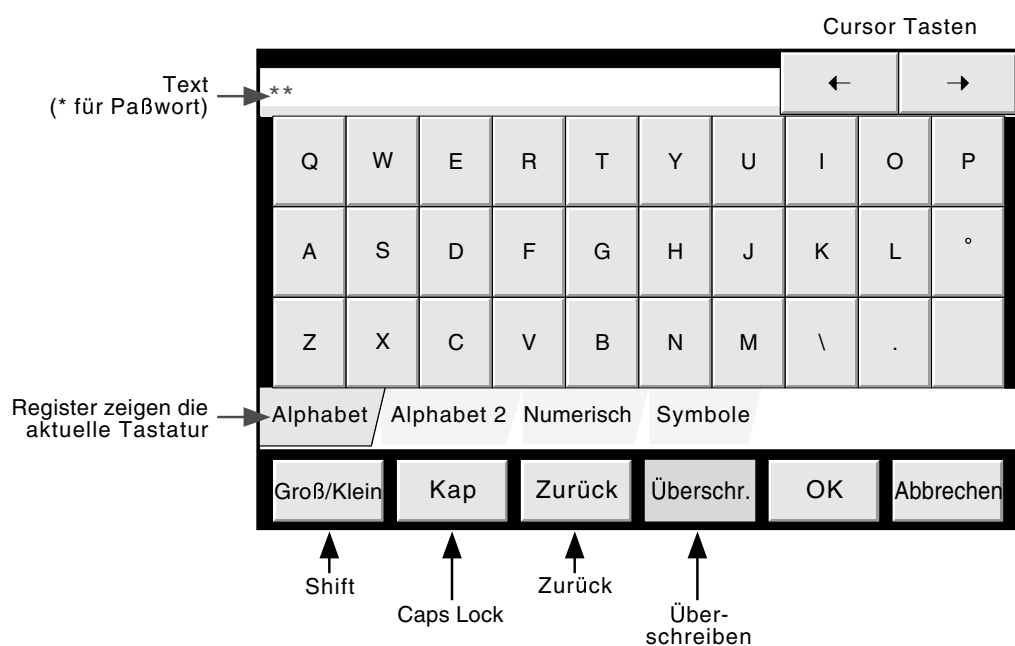

Abbildung 3.3.1b Tastatur Alphabet 1
- 3 Wenn Sie den Eingabebereich für das Paßwort berühren, erscheint eine Tastatur (Abbildung 3.3.1b).